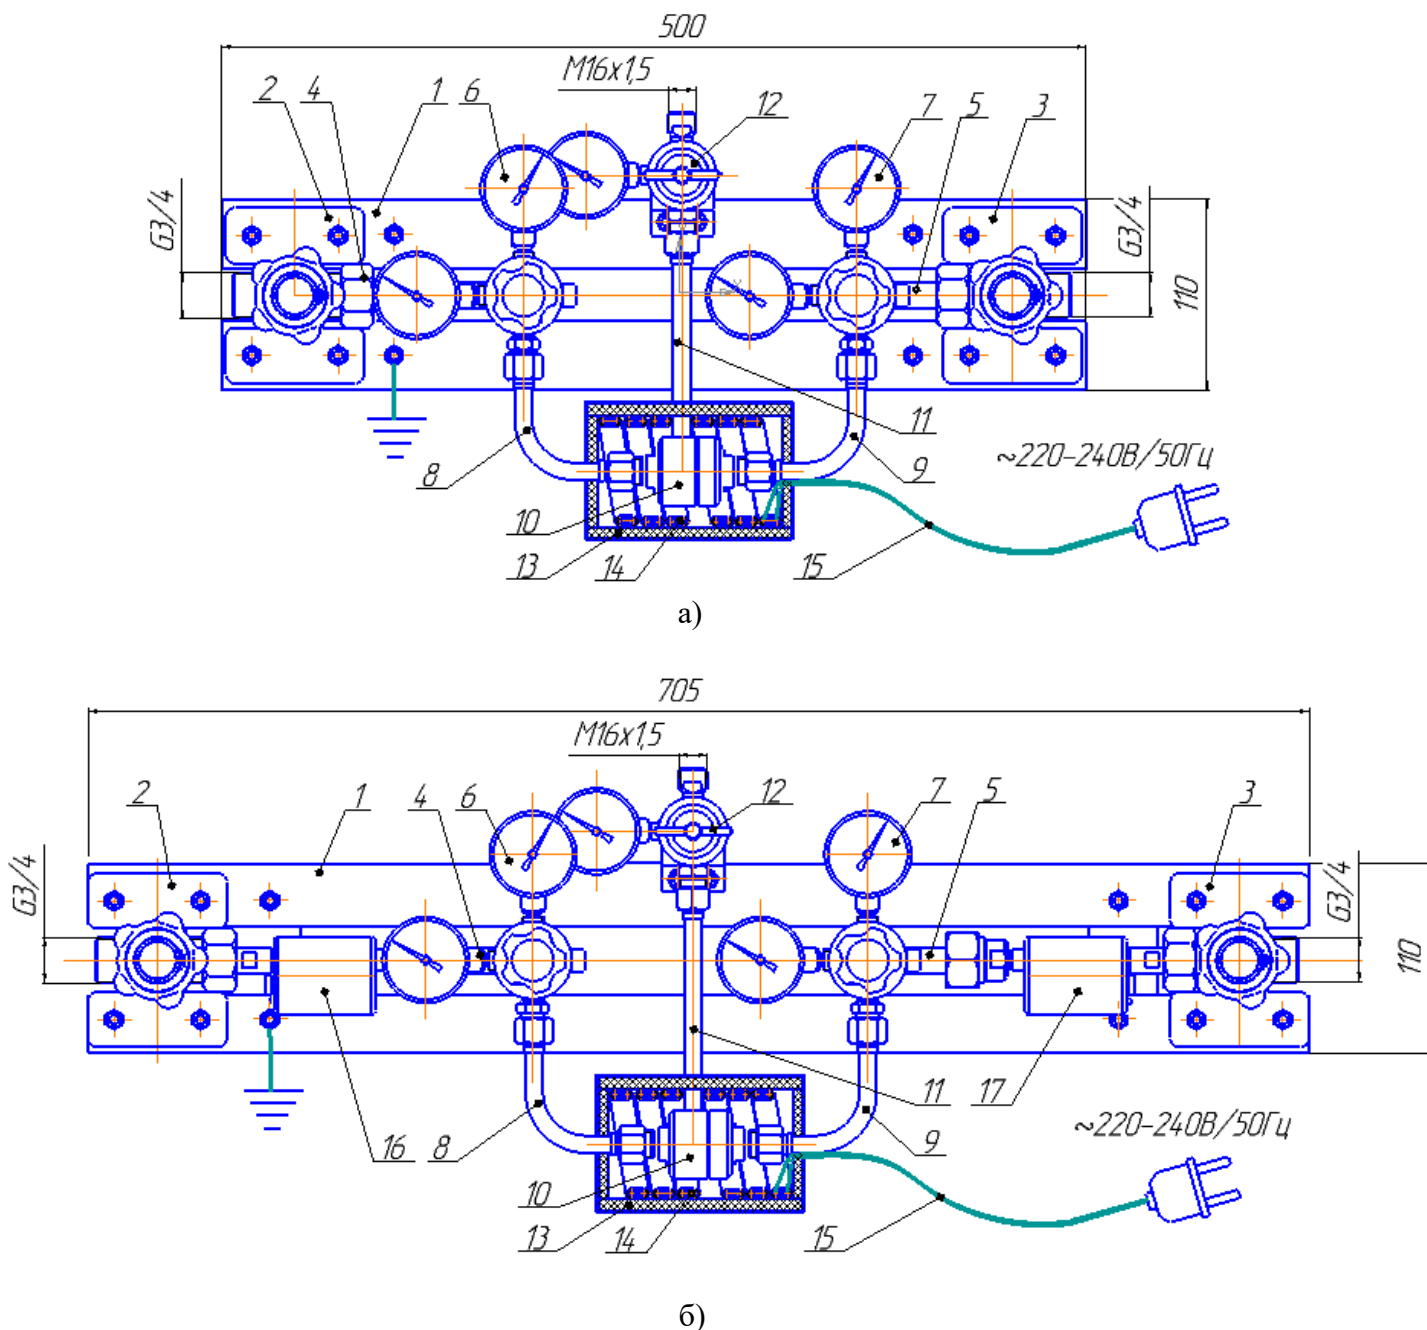

Рис.1 Щит автопереключения плеч перепускных газовых рам.
4.2.1 В зависимости от условий эксплуатации щиты выполняются без подогрева газа (Рис.1а) или с установкой универсальных подогревателей газа 16,17 расположенных между запорными клапанами 2,3 и редукторами 6,7, а также дополнительным подогревом пневмопереключателя 10 посредством нагревательного саморегулирующего кабеля 14, расположенного внутри термооболочки 13. (Рис. 1б).